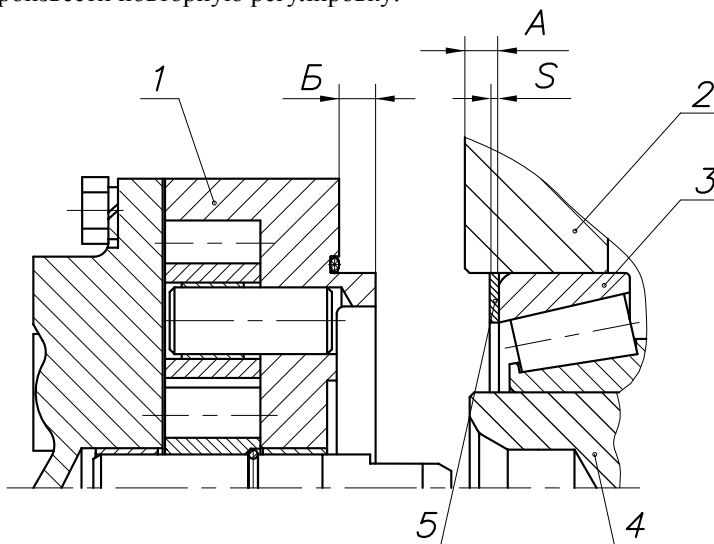

Рис.115:
5.1 Установить в расточку картера коробки передач наружное кольцо переднего подшипника промежуточного вала, после чего замерить абсолютную величину размера А (между торцами картера и наружным кольцом подшипника) рис. 115. При этом, наружное кольцо заднего подшипника промежуточного вала должно быть плотно (под усилием собственного веса вала) прижато к торцу проставки демультипликатора, а наружное кольцо переднего подшипника - к роликам. Перед замером промежуточный вал повернуть не менее пяти оборотов.